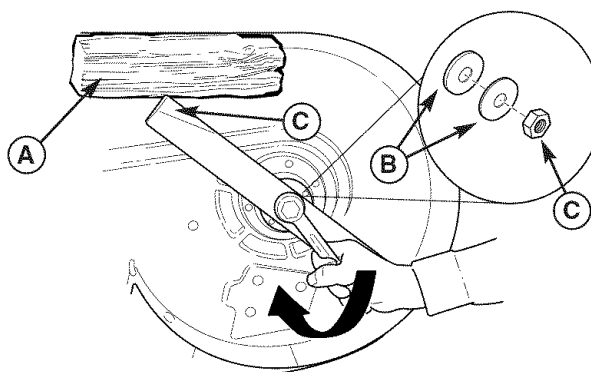

Figura 20. Instalación del Aspa
3. Quite el tornillo de cabeza hexagonal (D, Figura 20), arandela elástica (C), arandela acanalada (B) y aspa.
7. Reinstale el aspa con las aletas de izado (D, Figura 20) apuntando arriba hacia la cubierta de la podadora como se muestra.
8. Vuelva a instalar las arandelas de resorte (B, Figura 20) y la tuerca (C). Use un bloque de madera (A) para evitar la rotación de la cuchilla mientras aprieta la tuerca (C) de 108 a 122 Nm (80 a 90 lb./pie).